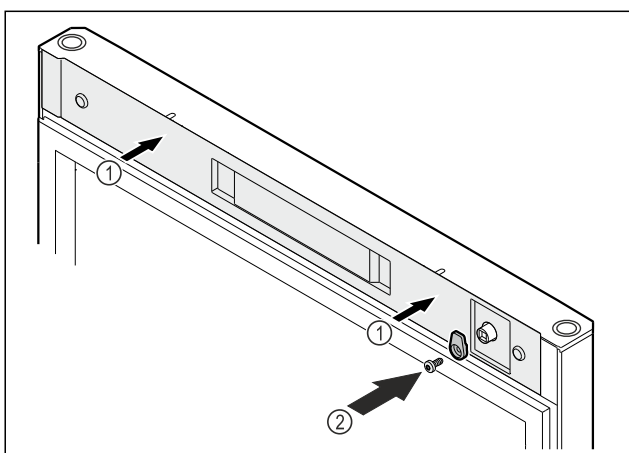

Fig. 55
- Poser le cache Fig. 55 (1).
- Visser le crochet de fermeture Fig. 55 (2).